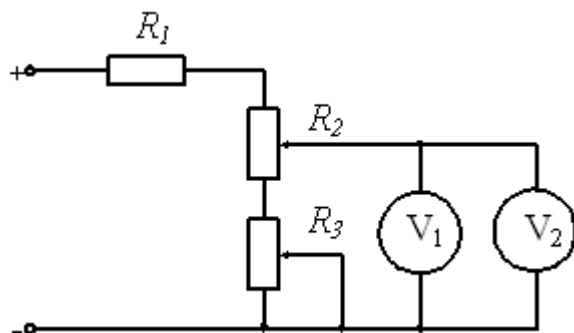

Рис. 4.1. Схема поверки вольтметра методом совпадений
емых отметок по образцовому средству измерений определяют действительные значения измеряемой величины (рис. 4.1 и 4.2).
1. Собрать поочередно схемы (рис. 4.1, 4.2, 4.5). Произвести проверку лабораторного вольтметра и миллиамперметра:
2. В отчёте должны быть представлены схемы (рис. 4.1, 4.2, 4.4, 4.5, 4.6), кривая поправок и вывод о результатах поверки вольтметра.